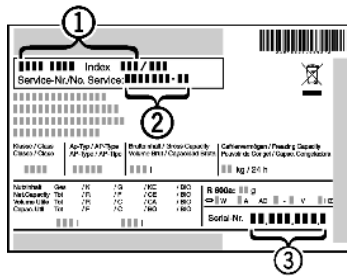

Fig. 16
- ▶ Наименование устройства, Fig. 16 (1), сервисный № Fig. 16 (2) и серийный № Fig. 16 (3) считайте с заводской таблички. Заводская табличка находится внутри устройства слева.
- ▶ Обратитесь в сервисную службу и сообщите вид неисправности, наименование устройства, Fig. 16 (1), сервисный № Fig. 16 (2) и серийный № Fig. 16 (3).